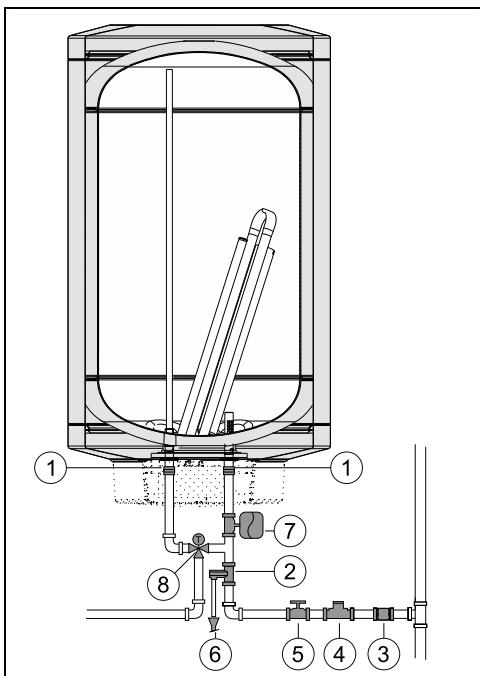

Fig. 13 Toma de agua
- instalar una válvula de reducción de presión (Fig. 13, [4]). La válvula diferencial se activará siempre que la presión del agua en el aparato sea superior a 8 bar ($\pm 0,5$ bar), en este caso deberá existir la posibilidad de desviar el agua.
- instalar un vaso de expansión (Fig. 13, [7]) para evitar que la válvula diferencial se abra con tanta frecuencia. El volumen del vaso de expansión debe ser equivalente al 5% del volumen del dispositivo.